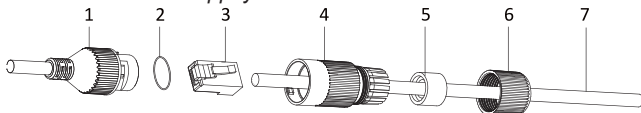

Figure 6 : Montage de la gaine étanche du connecteur LAN
passer-câbles sur le côté de la base de montage, faire d'abord passer le câble de données. Faire glisser la gaine du connecteur, le manchon d'étanchéité et le contre-écrou sur le câble, voir la figure 6. Enfin, prendre un outil de sertissage et presser le connecteur RJ-45 sur le câble de données.
- Brancher le connecteur RJ-45 à la caméra. Fixer le raccord avec la gaine étanche à l'aide d'un dispositif de fermeture à baïonnette (fourni dans le pack d'accessoires) et serrer l'écrou de blocage, voir la figure 6. Si le routeur ou le commutateur le plus proche ne prennent pas en charge la fonction PoE (alimentation par Ethernet), connecter la caméra via le connecteur d'alimentation à l'alimentation externe 12 V CC / 500 mA.